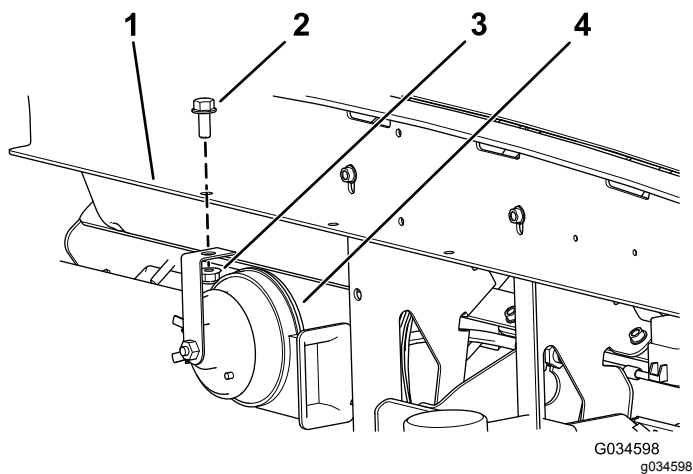

图 1
2. 如图 1 所示用六角头螺丝 5/16 x ¾ 英寸和凸缘螺母 5/16 英寸将 12V 喇叭总成安装到仪表板支架现有的孔中